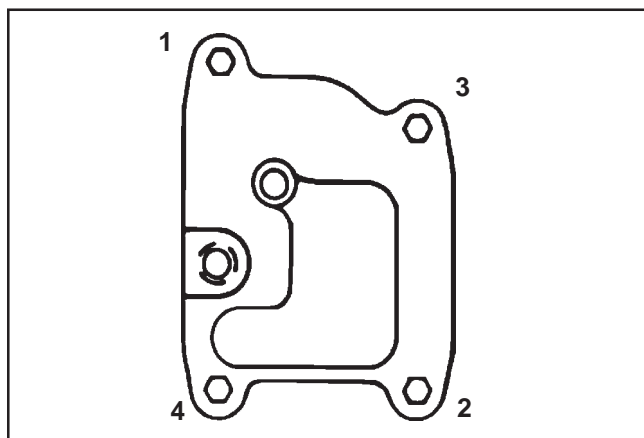

Figura 11-62. Sequenza di serraggio delle viti del coperchio dello sfiato.
6. Serrare le quattro viti esagonali del coperchio dello sfiato a **7,3 N·m (65 in. lb.)** nella sequenza illustrata in Figura 11-62.